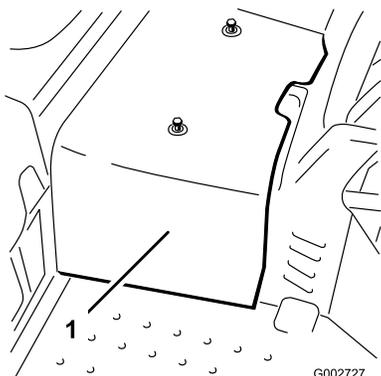

Figure 45
2. Desserrez les 2 vis qui fixent le carénage central à la machine et déposez le carénage (Figure 45).